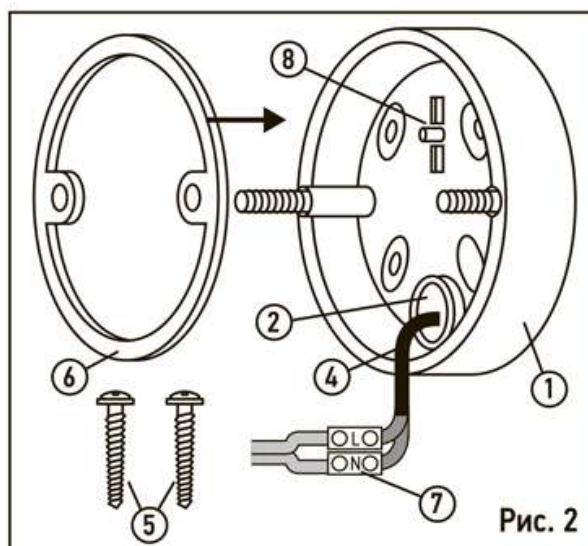

Рис. 2
- Протяните через уплотнитель (2) сетевую кабель (4) и закрепите основание светильника (1) при помощи саморезов (5) (входят в комплект). Установите уплотнительное кольцо (6) (входит в комплект) на основание светильника (1), Рис. 2.
- Подключите два сетевых провода к клеммной колодке в соответствии с указанной маркировкой клеммы L, N, (7). Установите клеммную колодку в держатель основания светильника (8), Рис. 2.